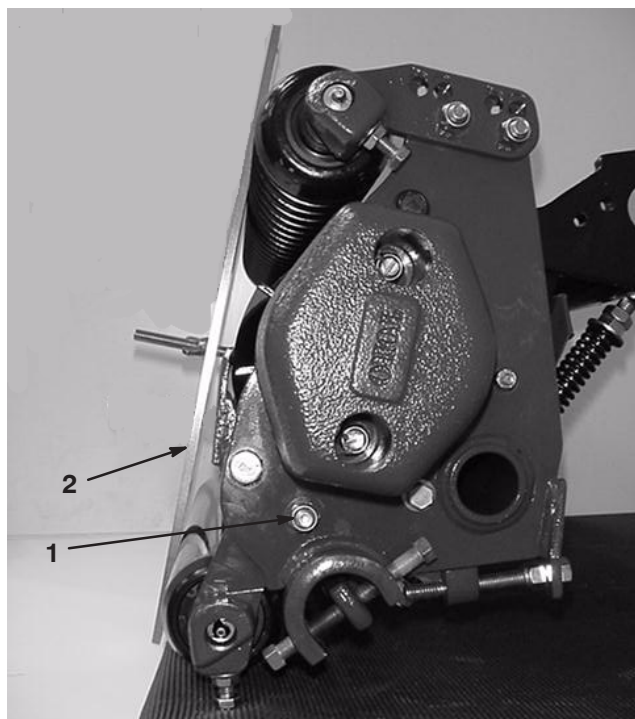

fig. 14
1. Roter klippenheten vertikalt och placera mätstången tvärs över de främre och bakre rullarna (fig. 14).
2. Lossa de låsmutterar som fäster klipphöjdsarmarna till båda ändarna av klippenheten (fig. 14).
4. Placera stången över de främre och bakre rullarna och justera skallskruven tills undersidan av skruvhuvudet greppar i underknivens skärege (fig. 14).